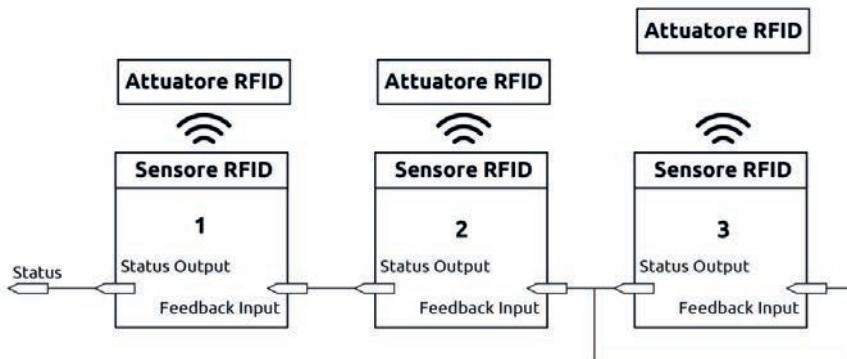

Figura 26 - Segnale STATUS in modo seriale
- Il tempo che intercorre tra l'attivazione delle uscite OSSD e l'apertura dei contatti EDM FBK deve essere $t < 500ms$ (Figura 26).